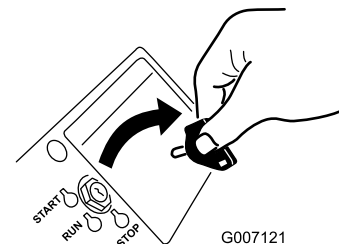

Figura 27
- Retire la llave de contacto (Figura 27).